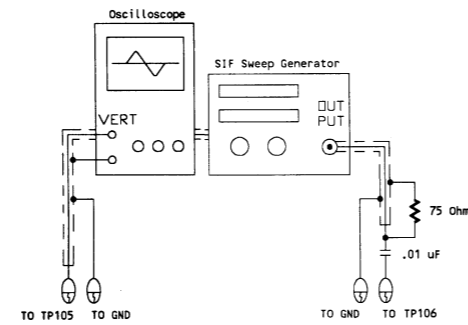

Fig. 7
A. PREPARATION STEP (SEE FIG.7)